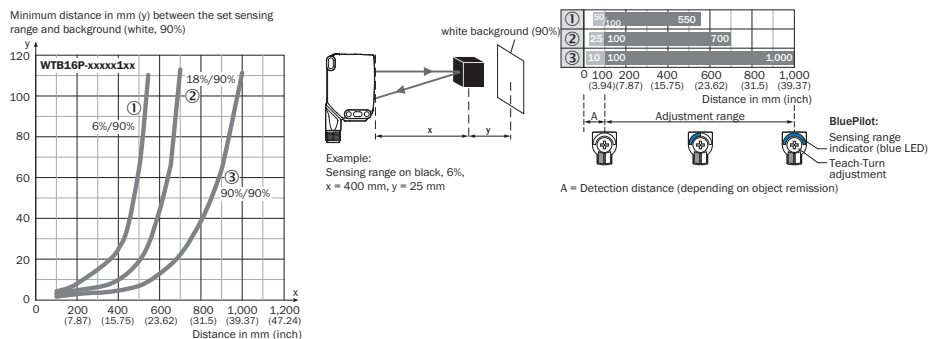

Рисунок 85: Характеристика 1, WTB16P Bluetooth-xxxxx1xx, красный свет
Минимальную дистанцию ( $= y$ ) для затемнения фона можно определить по диаграмме [рисунок 85 ①] следующим образом: